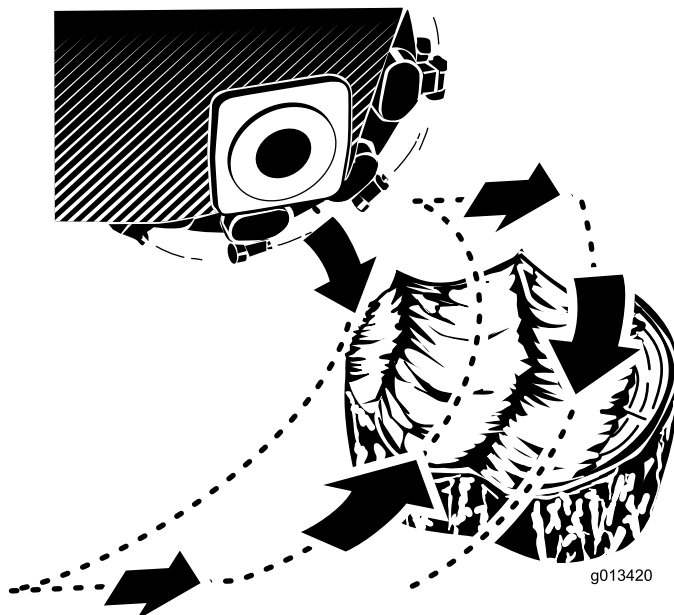

Figura 17
2. Utilice la palanca de control del desbastador y el control de la tracción para posicionar el desbastador al lado de la parte delantera del tocón, aproximadamente a 2 cm por debajo de la superficie (Figura 17).
4. Utilice la palanca de control del desbastador para desplazar el desbastador lentamente por la cara del tocón, eliminando una banda de madera en forma de virutas (Figura 17).
5. Mueva la máquina hacia adelante unos centímetros y repita el paso 4 (Figura 17).
6. Repita los pasos 4 a 5 hasta que haya desbastado toda la cara del tocón (Figura 17).